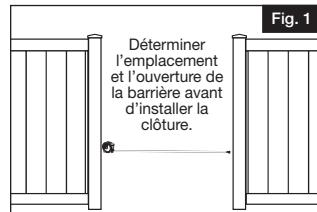

Fig. 1
- L'ouverture de la barrière est déterminée en additionnant la largeur de la barrière, l'espace de 7/8 po (22.23 mm) pour la charnière et l'espace pour le loquet et la tige de verrouillage (Fig. 1). Voir les instructions du loquet pour plus de détails.